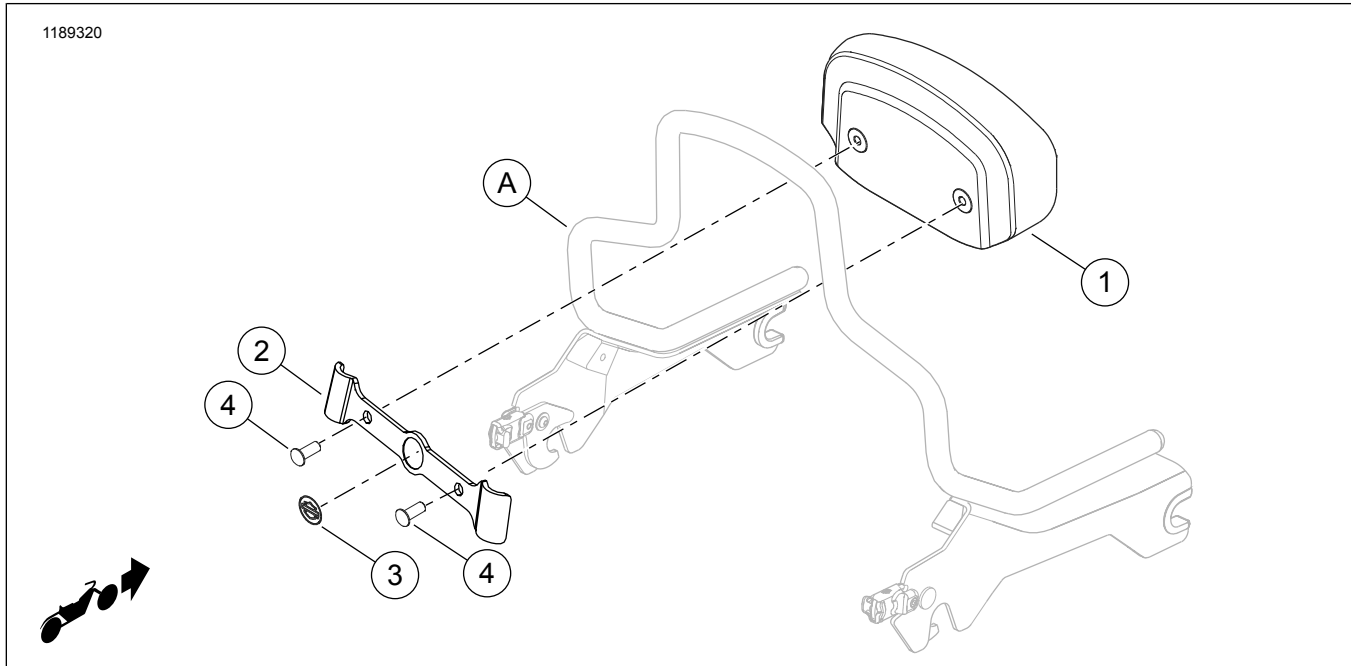

图3。维修零件：软尾紧凑型靠背垫套件
参见图3和表1。
1. 参见图3。必要时可将靠背垫(1)上两个预制螺丝孔周围的塑料防雨密封切除，以防其卷入螺纹。
6. 参见图3。将套件中的一个螺丝(4)穿过支架(2)，小心地将其拧入靠背垫的匹配孔中4-5圈。重复以上步骤拧入其他螺丝。在拧入所有两个螺丝之前切勿拧紧其中一个螺丝。